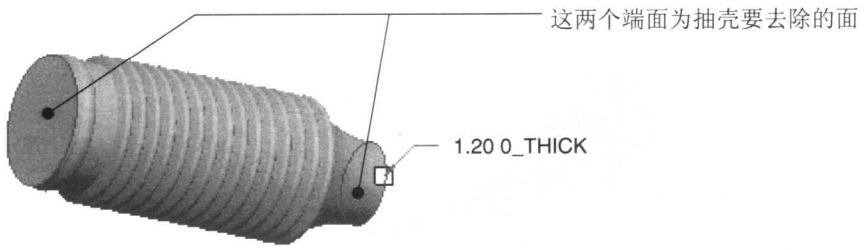

图 1.13 添加抽壳特征
(1) 选择下拉菜单**插入(I)** \rightarrow **抽壳(S)**...命令。
(2) 要去除的面如图 1.13 所示，壁厚为 1.2。